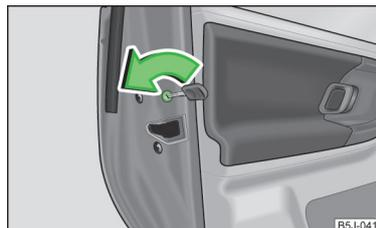

Fig. 10
- Girar la ranura del seguro en el sentido de la flecha » fig. 10 (con la puerta de la derecha invertida).
- Girar la ranura del seguro en el sentido contrario al de la flecha » fig. 10 (con la puerta de la derecha invertida).